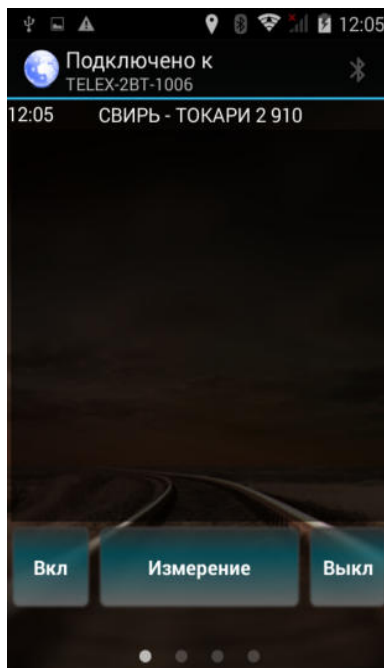

Рисунок 13. Основное окно – Режим «Без паспорта».
2.3.2.11 В режиме измерения «**Без паспорта**», основное окно не содержит меню индикации опор (см. Рис.13). Во время сохранения измерений необходимо задать данные измеряемой опоры, как показано в пункте 2.3.3.5.
Для завершения работы необходимо выйти из программы «MSD Holding», нажав кнопку «Back» смартфона. При этом рабочее окно (см. Рис.13) должно закрыться. Выключение БИПКП произойдет автоматически через 5 минут.